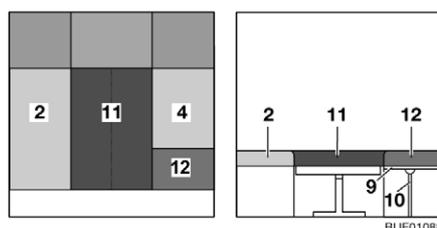

Fig. 109 Après la transformation
- Placer le coussin supplémentaire (Fig. 109,11) entre les coussins d'assise (Fig. 109,2 et 4).
- Placer le coussin supplémentaire (Fig. 109,12) sur la rallonge du coffre de banquet (Fig. 109,9).